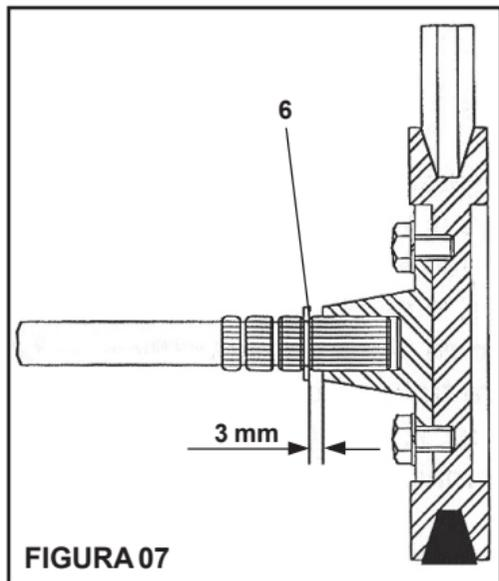

FIGURA 07
*Ao montar a bomba hidráulica, observe uma folga de 3 mm entre o eixo e a flange, conforme detalhe da figura 07. Para esta folga coloque o anel (6) em uma das ranhura existentes no eixo estriado.*